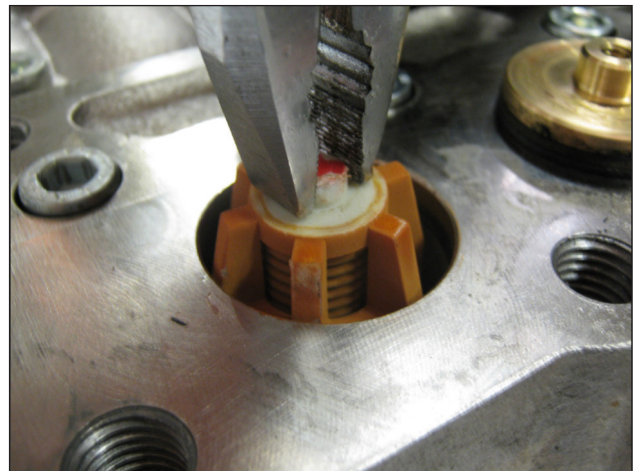

Abb. 18
- Entfernen Sie die Saug- und Druckventilgruppen der Pumpen KT24-28-30-32- WK155-WK6 und die Druckventilgruppen KT 36-40-WK8 mithilfe eines einfachen Werkzeugs gemäß (Abb. 18);